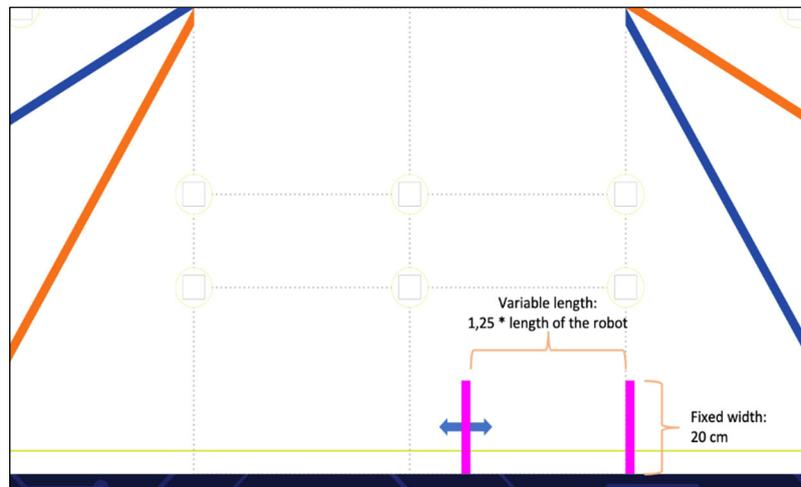

Bild 12: Position der magentafarbenen Wände bei der optionalen Zusatzaufgabe
7.11.2. **Die Position der rechte Wand** ist rechts neben der gestrichelten Außenlinie des geraden Abschnittes (s. Bild 12). Der **Abstand zwischen den Wänden** wird individuell, entsprechend der Länge des Roboters berechnet: $1,25 \times \text{Roboterlänge} = \text{Abstand der Wände}$.